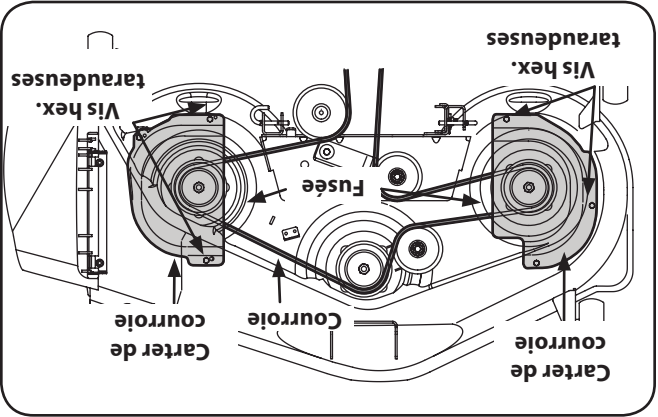

Figure 7-7 (50 po)
7. Enlevez les vis hex. taraudeuses qui maintiennent les carters des courroies en place et dégagez la courroie des poulies à fusée. Voir la Figure 7-7 ou 7-8.
8. Selon le plateau de coupe (42 ou 50 po), installez la courroie neuve sur les poulies à fusée, comme les illustrations correspondantes l'expliquent à la Figure 7-7 ou 7-8. Remettez les carters des courroies en place.